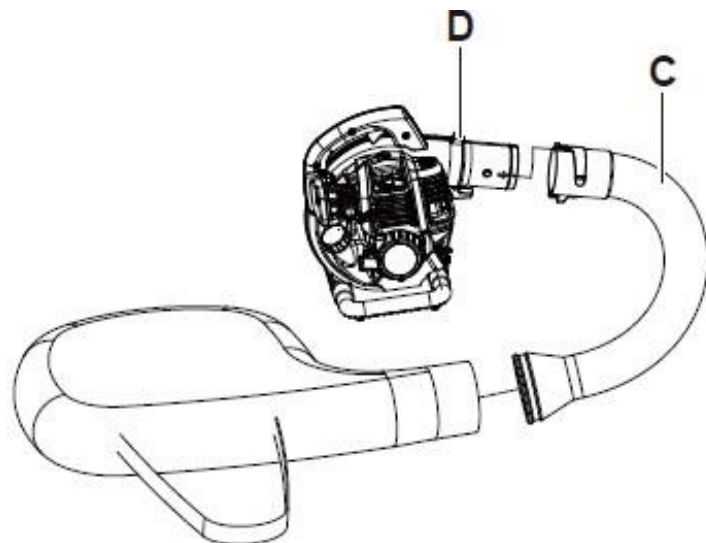

Fig. 5
- 2) Richten Sie die Schlitz im gebogenen Rohr (C) mit den Erhebungen am Gebläseauslass (D) aus. Schieben Sie das Rohr auf und drehen Sie es nach unten, bis es einrastet. Wenn das Rohr richtig montiert ist, wölbt es sich nach unten (Abb. 5).
- 2) Halten Sie die Maschine fest und drehen Sie das gebogene Rohr gegen den Uhrzeigersinn, bis es sich von der Maschine löst. (Abb.5)